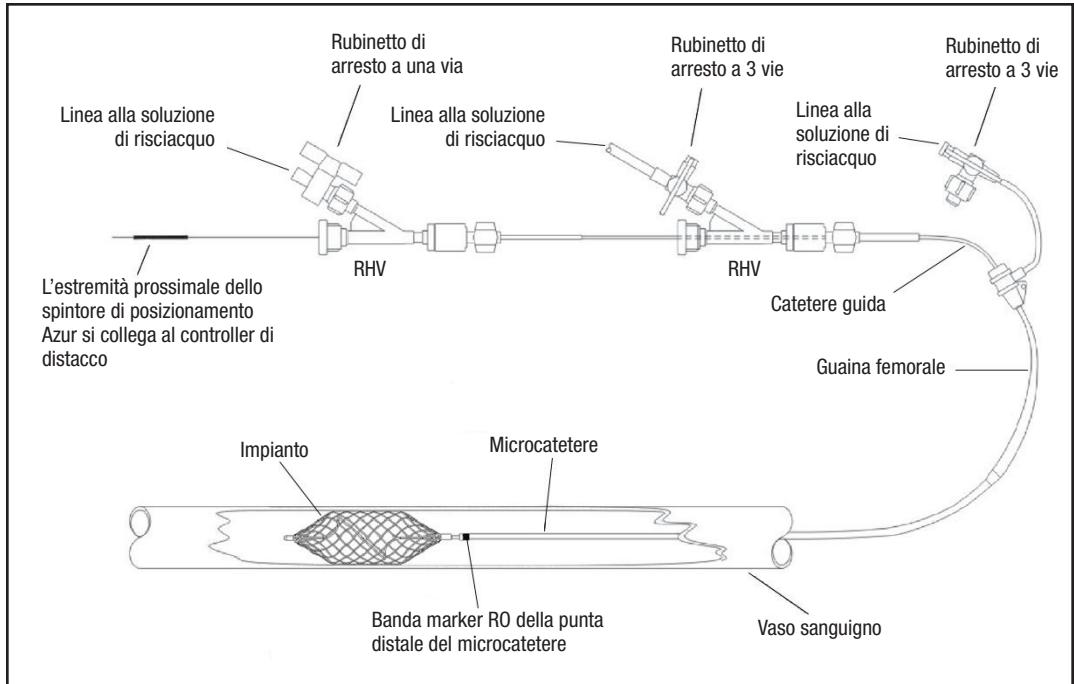

Figura 1 – Diagramma dell'impostazione del sistema Azur
- Fare riferimento alla Figura 1 per il diagramma di impostazione.